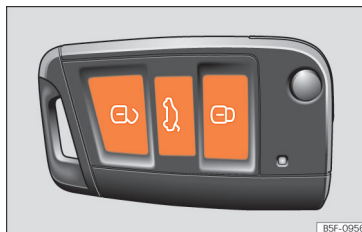

Fig. 52 Chave por comando à distância: teclas.
- **Trancar:** pressione o botão >>> **Fig. 52**.